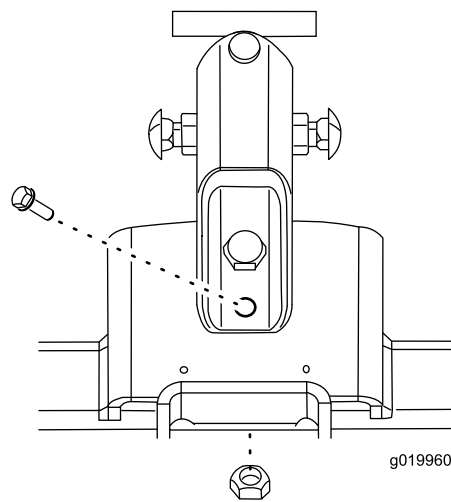

Figura 7
- Instale um parafuso (3/8 pol.) no furo perfurado e prenda o conjunto de suporte com uma porca flangeada (3/8 pol.) (Figura 7).